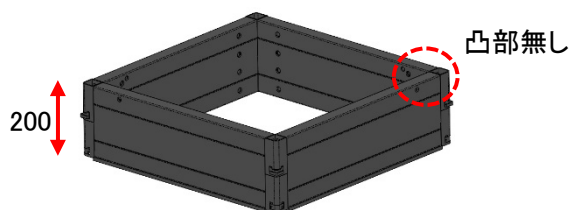

図 6 本体_最上段 200 の外観例
ROM-Box の構造をそれぞれ図 1～5 に、各部材の外観は図 6～12 に、各部材の材質を表－1 に示します。本体の色は黒色、樹脂蓋の色はコンクリート調とします。
各部材の外観は図 6～12 に示します。各サイズで使用する部材の数量内訳は付図に示します。
*本体、蓋枠、樹脂蓋の参考寸法は付図 6、7 に示します。